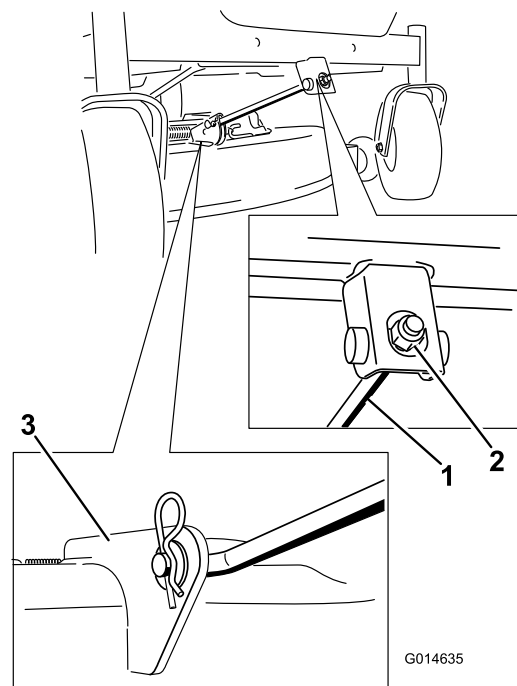

Figure 67
4. Retirez la goupille fendue de la tige de support avant et déposez la tige du support de plateau (Figure 67). Abaissez doucement l'avant du plateau de coupe au sol.
6. Fixez la tige de support avant au plateau de coupe à l'aide de l'axe de chape et de la goupille fendue (Figure 67).